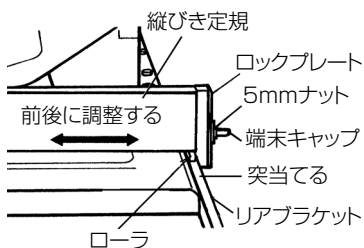

図 35
- ⑤ 縦びき定規をのこ刃に密着させ、のこ刃と平行にします。
- ⑥ 図 35 のように、ローラがテーブルに接触しないように、縦びき定規を前後に動かして、ローラがテーブルにさわらず、正しくリヤブラケットの上に乗るようにします。
縦びき定規と、のこ刃の平行を調整するため、5 mm ナット (図 35 参照) をゆるめたとき、またロックレバーを下に倒しても後側の固定部が動きやすいときは、5 mm ナットの締付けを調整して、縦びき定規が確実に固定できるようにしてください。
- ④ 5 mm ナット (図 35 参照) を右にまわして、ロックプレートリアブラケットに突当てます。
- ⑤ 突当ててから、さらに 1 ~ 2 回転右にまわして、固定力を確認します。
- ⑥ 端末キャップを押し込みます。(図 35)